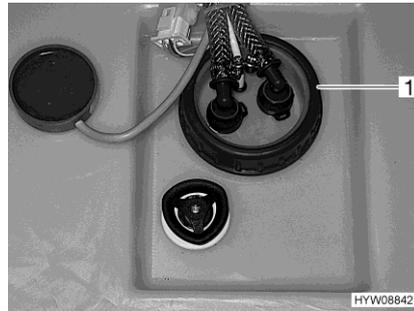

Fig. 153 Apertura per la pulizia (serbatoio dell'acqua)
- Staccare il coperchio (Fig. 153,1) del serbatoio dell'acqua.